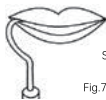

Fig.7
- 7.2.2. Fixer le crochet labial dans un coin de la bouche du patient. (Fig. 7)